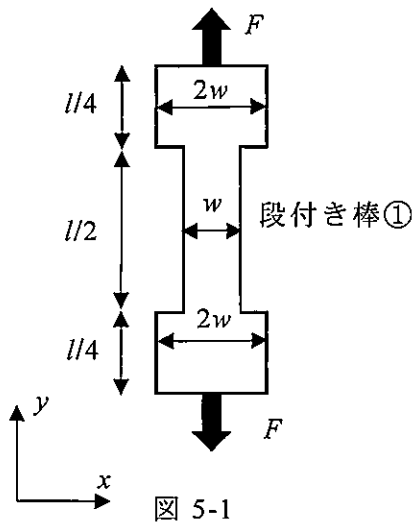
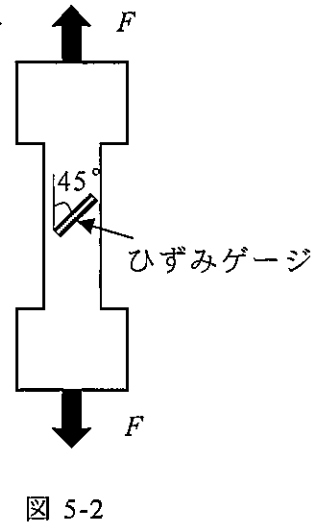

図 5-1
図 5-2
図 5-1 のような段付き棒①を荷重 F で引張ることを考える。段付き棒①の上下は幅が $2w$ で長さが $l/4$ 、中央部は幅が w で長さが $l/2$ である。奥行き方向の厚さはすべて d とする。奥行き方向には拘束がなく、 xy 平面の平面応力場近似が成立すると仮定する。ヤング率は E 、ポアソン比を ν とする。
- (1) 段付き棒①の伸びを求めよ。
- (2) 図 5-2 のように、段付き棒①の幅が w の部分に、引張方向と 45° をなす角度でひずみゲージが取り付けられている。設問(1)と同様、荷重 F が加わっている場合の、このひずみゲージのひずみの値を求めよ。